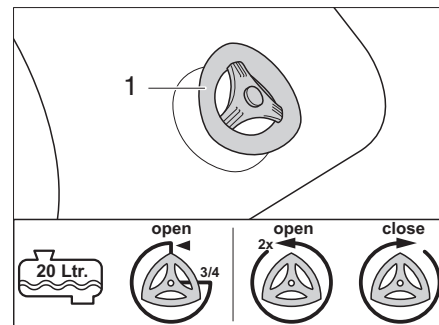

Bild 259 Ablasshahn
- 1/2 voll oder weniger: Den Ablasshahn (Bild 259,1) eine 3/4-Umdrehung gegen den Uhrzeigersinn drehen.
- 3/4 voll und mehr: Den Ablasshahn (Bild 259,1) 2 Umdrehungen gegen den Uhrzeigersinn drehen. Das Wasser läuft ab.
- Ablasshahn (Bild 259,1) im Uhrzeigersinn schließen.